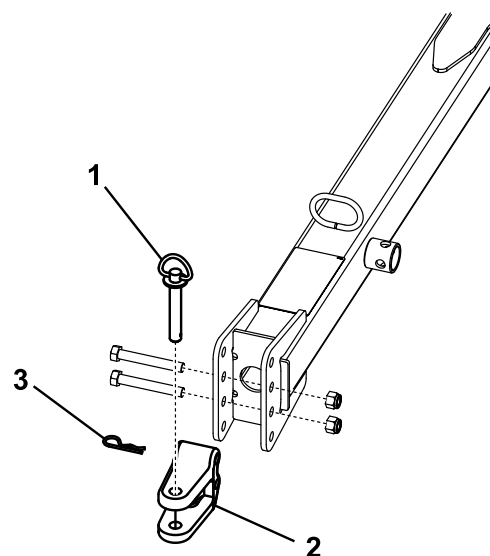

Figura 10
- Retire os parafusos e as contraporcas que fixam a cavilha de engate (Figura 10) à lança de reboque.